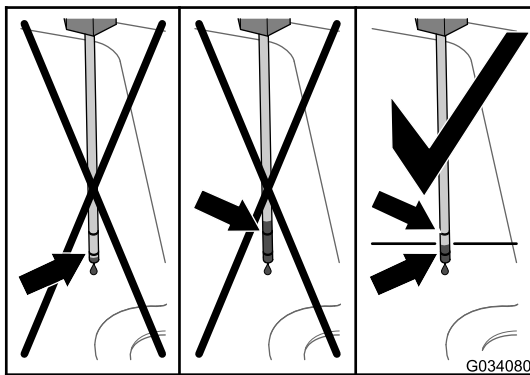

Figura 99
6. Îndepărtați joja și verificați nivelul uleiului (Figura 99).
7. Adăugai uleiul hidraulic specificat în tubul de umplere până când nivelul acestuia ajunge între cele 2 marcaje ale jojei (Figura 99).